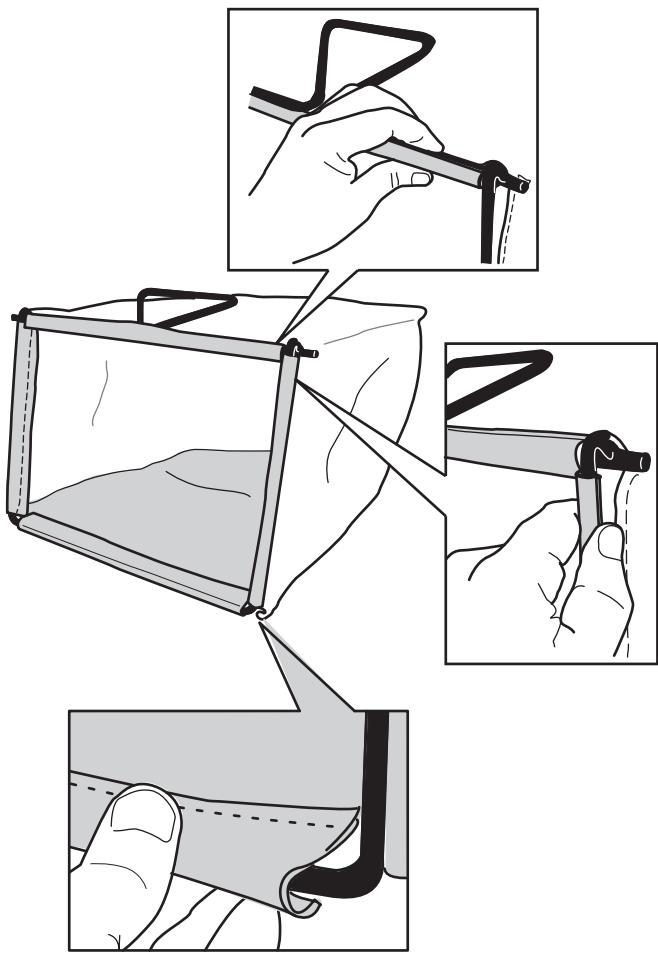

Figure 8
- Accrochez la glissière inférieure du bac au bas de l'armature (Figure 8).
- Accrochez les glissières supérieur et latérales du bac au sommet et sur les côtés de l'armature respectivement (Figure 8).